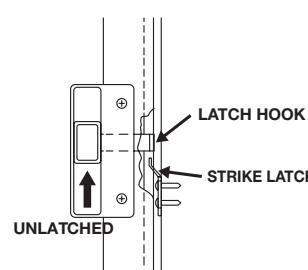

Fig. 7
- Place strike latch at frame jamb. Align top of strike latch slightly below latch hook as shown in (**Fig. 7**). Mark screw hole locations. Drill pilot holes using 3/32" bit.
- Coloca la placa hembra del pestillo en la jamba del marco de la puerta. Alinea la parte superior de la placa hembra del pestillo ligeramente debajo del gancho del pestillo como se muestra en las (Fig. 7). Marca los orificios para los tornillos. Taladrar orificios pilotos con broca de 3/32".